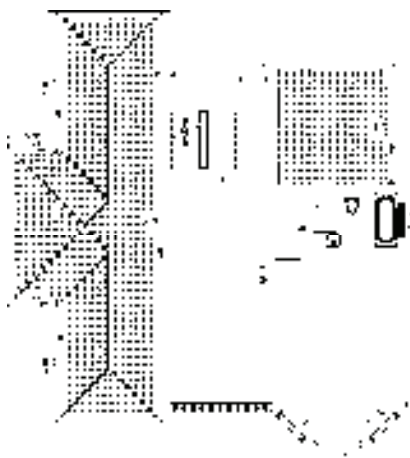

图 13-127 设置参数
14) 在屋面拾取填充区域，完成弯瓦屋面的绘制结果如图 13-127 所示。